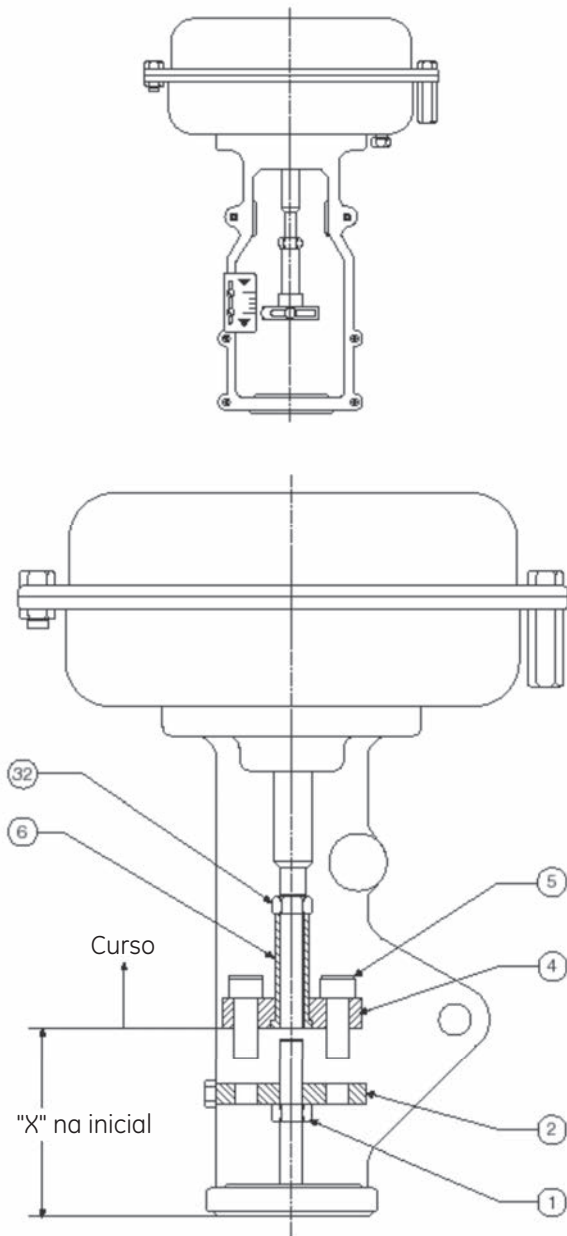

Figura 11 - Atuador Modelo 88
Aplique pressão de ar inicial. Ajuste a haste do bujão para a posição do flange da haste (2), conforme mostrado na Figura 11.